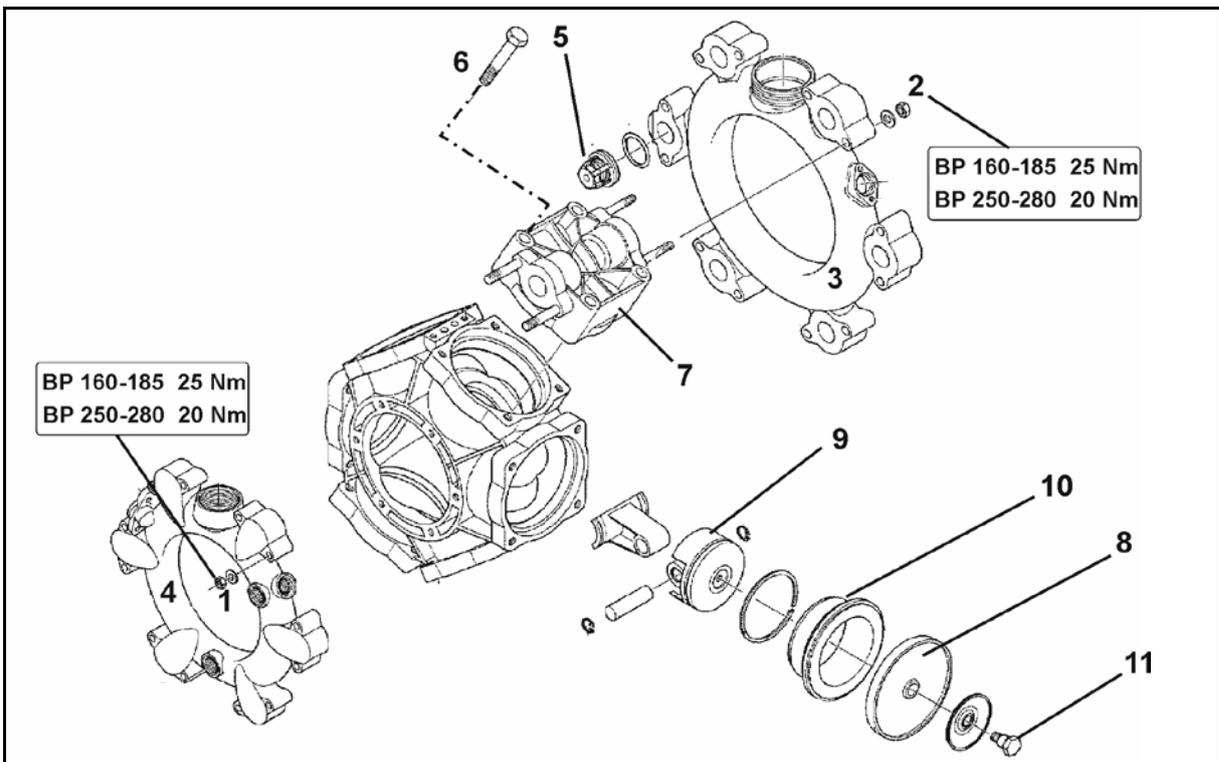

Рис. 196
1. Демонтируйте клапан (Рис. 196/1) и шайбу (Рис. 196/2).
2. Вставив вспомогательный инструмент в пазы крышки, отвинтите крышку (Рис. 196/3).
3. Проверьте мембрану (Рис. 196/4). Если мембрана повреждена, замените ее.